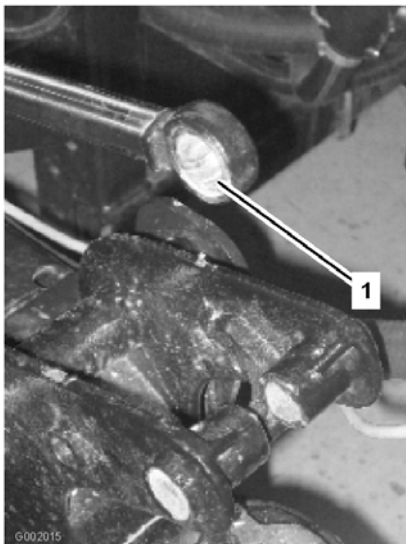

Figura 36
- Manipule a extremidade do rolamento da barra do accionador e aplique massa lubrificante no rolamento (Figura 36). Limpe a massa lubrificante em excesso.